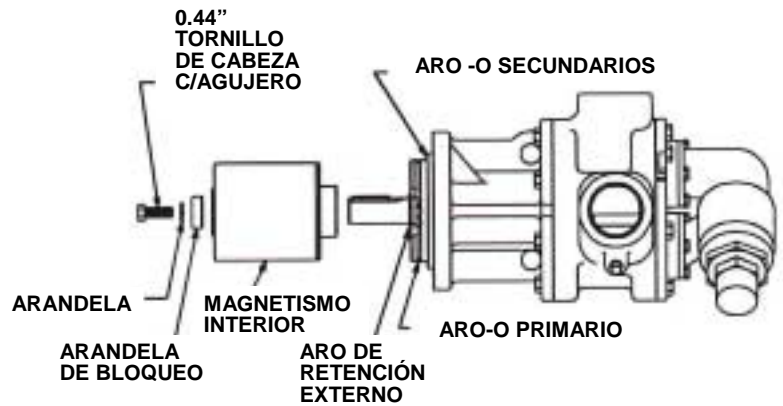

FIGURA 11
4. Inserte una barra de cobre por el puerto entre los dientes del rotor y afloje los tornillos que sujetan el imán interior al eje (**Ver Figura 11**). No se olvide que se trata de un magnetismo muy fuerte. Si es necesario desmontar la bomba, retire el anillo de retención externo.